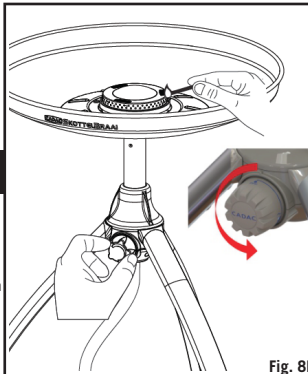

Fig. 8b
- För tändning av apparaten, slå eld på en tändsticka eller grilltändare. Öppna Reglervredet en liten bit (K) som beskrivs under "Allmänt" och tänd Brännaren på apparaten (G). Om apparaten är kall vid tändandet kan den tändas uppifrån (Se Fig. 8b) innan den önskade matlagningssytan passas in ovanpå Brännarpannan (F).